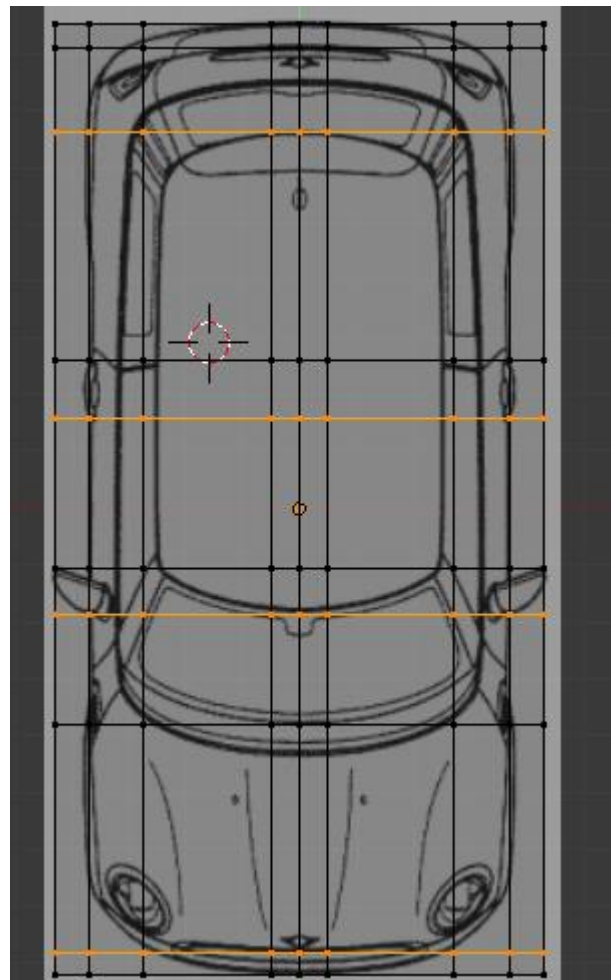

Figura 4.11
29. Na tabela de propriedades, painel Background Images, subpainel Axis Top, ajuste cuidadosamente os parâmetros X, Y e Size de modo a centrar e enquadrar a imagem, figura 4.11.